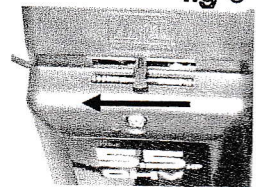

fig 4
- Lorsque le moteur a démarré, ramenez progressivement le levier starter (fig.4).